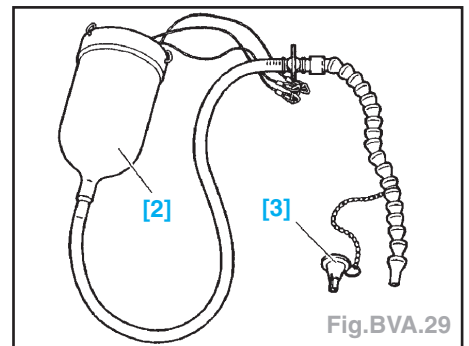

Fig. BVA.29
- Outil nécessaire (Fig. BVA.29) :